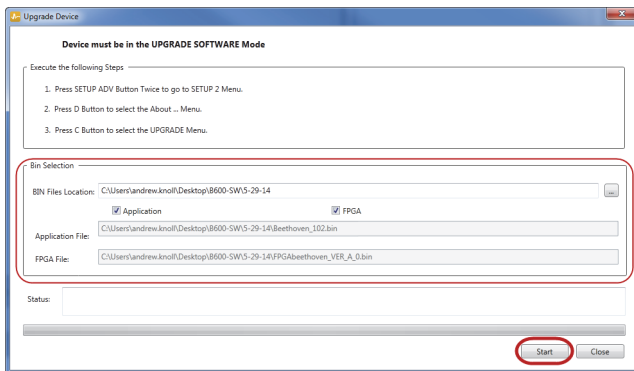

图 7-8 升级设备对话框
出现 **Upgrade Device**（升级设备）对话框（参见第 168 页的图 7-8）。
6. 在 **Upgrade Device**（升级设备）对话框的 **Bin Selection**（Bin 选择）区域中，选择 **BondMaster 600** 软件的位置，然后选择 **Application**（应用）和 **FPGA** 复选框（参见第 168 页的图 7-8）。